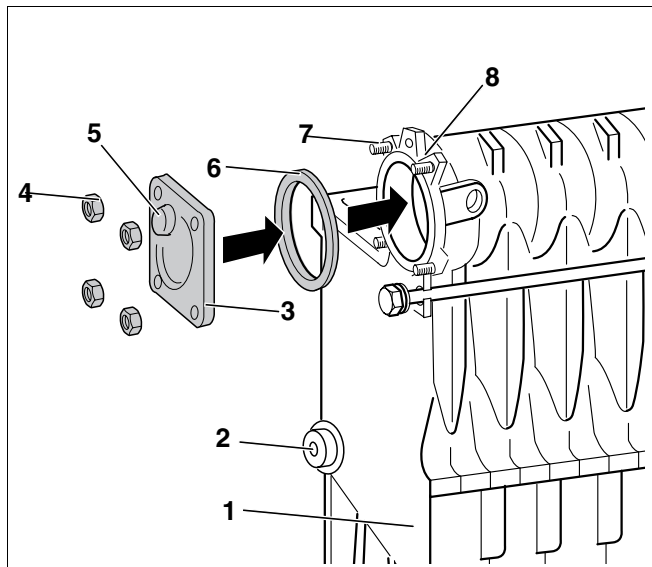
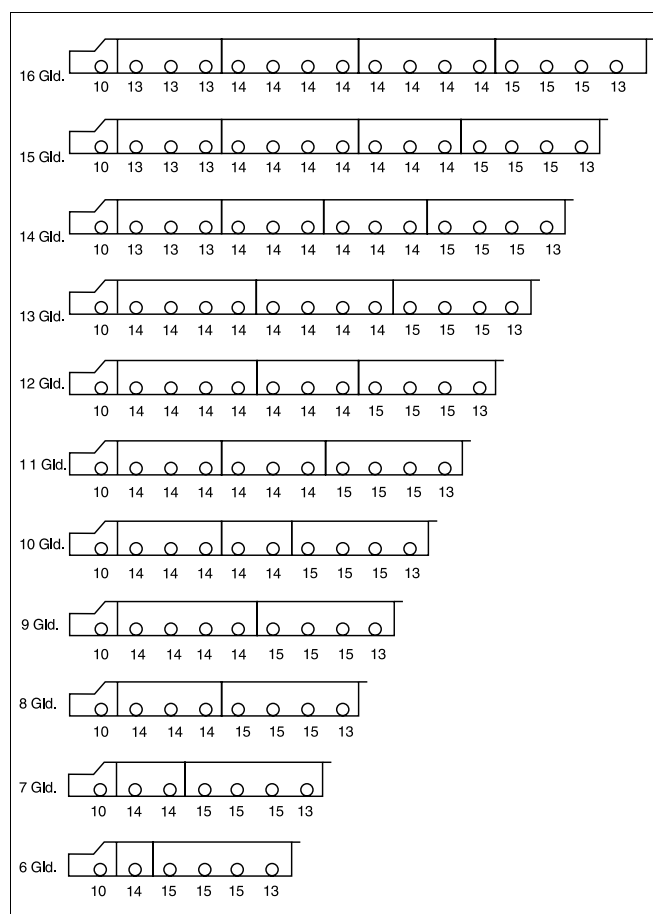
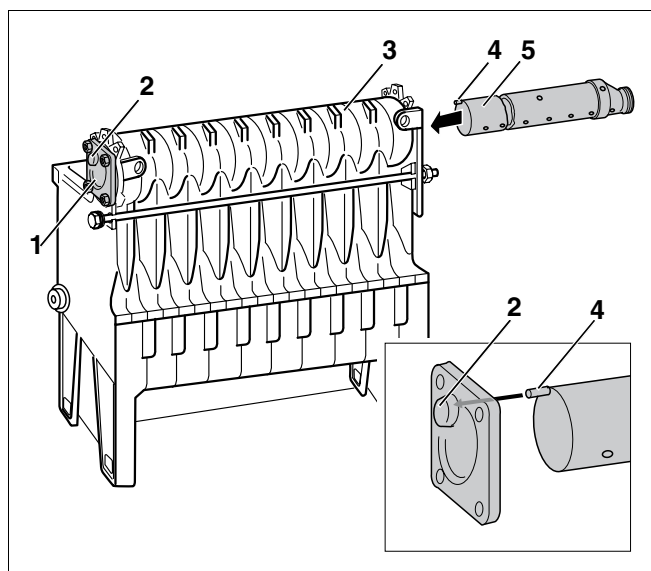

Fig. 22 Montarea flanșei oarbe
Fig. 23 Planul de poziționare a conductei de alimentare pentru toate mărimile de cazan (Găuri Ø în mm)
Fig. 25 Conducta de alimentare se introduce complet
Trebuie să închideți butucul superior de cazan (fig. 22, **poz. 8**) de la elementul final (fig. 22, **poz. 1**) al blocului de cazan cu flanșă (fig. 22, **poz. 3**) oarbă.
- Garnitura plată (fig. 22, **poz. 6**) se poziționează pe suprafața etanșă a butucului superior (fig. 22, **poz. 8**) din spate al cazanului.
Aveți în vedere că în stadiul actual, proeminența de la flanșa oarbă cum este prezentată în fig. 22, **poz. 5** se prezintă la mijlocul blocului de cazan și se află în partea superioară.
- Flanșa oarbă se poziționează (fig. 22, **poz. 3**) pe prezoanele (fig. 22, **poz. 7**) de la butucul superior din spate al cazanului (fig. 22, **poz. 8**) și se fixează (fig. 22, **poz. 4**) cu piulițe.
Conducta de alimentare este compusă dintr-o conductă de plecare și în funcție de mărimea cazanului de la una pînă la trei prelungitoare precum și o conductă de capăt cu came (fig. 23). Camele servesc pentru poziționarea conductei de alimentare și trebuie să fie introdusă în proeminența flanșei oarbe (fig. 22, **poz. 5**, pagina 24). Conducta de alimentare trebuie introdusă din față în butucul superior al cazanului (fig. 25, pagina 26).
- Conducta de alimentare finală (fig. 25, **poz. 5**, în spate spre came (fig. 25, **poz. 4**)) se introduce în butucul superior al cazanului pînă la $\frac{3}{4}$ din lungime.
- Conducta de alimentare se introduce (fig. 25, **poz. 5**) complet în butucul superior (fig. 25, **poz. 3**) al cazanului.
- Camele de la piesa de capăt a conductei de alimentare (fig. 25, **poz. 4**) se introduc în proeminența de la flanșa (fig. 25, **poz. 2**) oarbă.